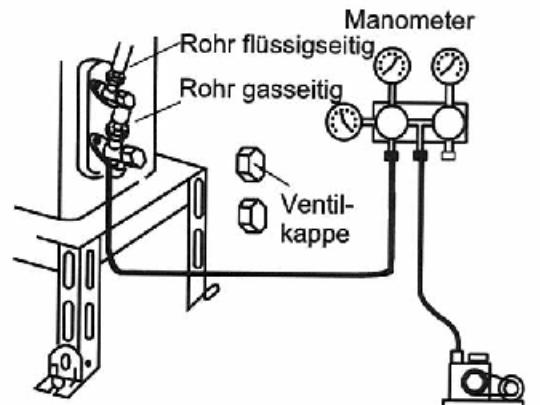

Abb. 10
- Die Ventilkappe des Niederdruckventils festziehen (siehe Abb. 10).